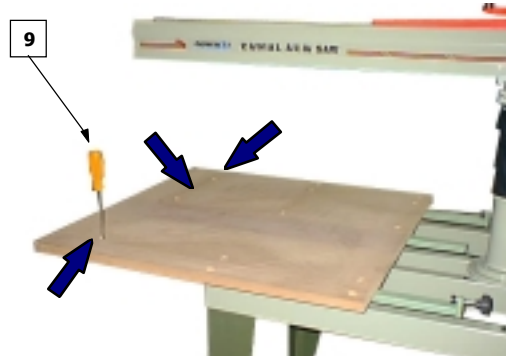

Fig. 8
14. Tramite il cacciavite a stella (9) rimontare le rimanenti 3 viti e rondelle Fig. 8.
14. Using the screwdriver (9) refit the remaining 3 screws and washers Fig. 8.